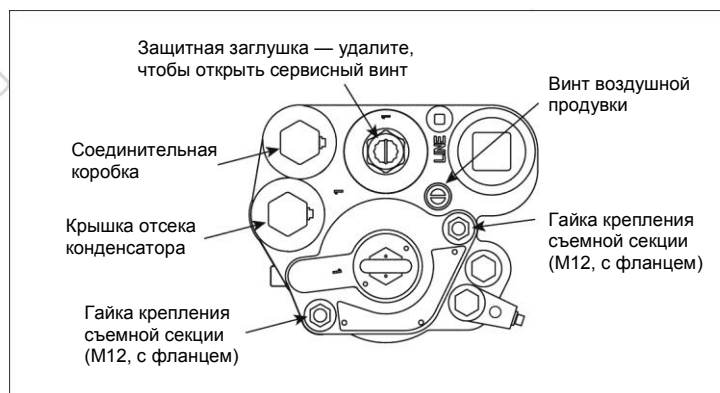

Рисунок 26. Гайки крепления съемной секции
2. Отверните и выбросьте две гайки крепления съемной секции (см. рисунок 26). Пружины на крепежных шпильках между фланцем съемной секции и манифольдом вытолкнут съемную секцию вверх, разъединив уплотнения.
15. Поверните винт воздушной продувки на 2–3 оборота против часовой стрелки (см. рисунок 26).
2. Снимите и отложите защитную заглушку сервисного винта и поверните его по часовой стрелке (см. рисунок 26 на стр. 35). Когда винт приблизится к нижнему положению, начнется сброс давления из системы (это можно определить на слух). Продолжайте вращать винт до упора. После того, как винт дойдет вниз до упора, отверните его на 4 оборота, чтобы открыть обратный клапан и дать топливу стечь из полостей манифольда. Продолжайте вращать винт против часовой стрелки, пока не услышите, что обратный клапан встал (опустился) на место.
8. Поверните винт воздушной продувки на 2–3 оборота против часовой стрелки (см. рисунок 26).